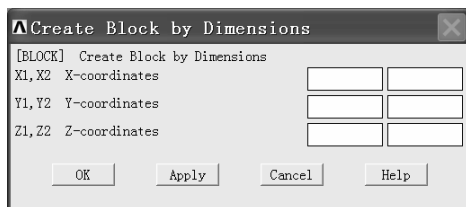

图 2-35 “Create Block by Dimensions” 窗口
(1) 依次选择 Main Menu>Preprocessor>Modeling>Volumes>Block>By Dimensions, 弹出 “Create Block by Dimensions” 窗口 (见图 2-35)。
(2) 在 “Create Block by Dimensions” 窗口中 “X1, X2 X-coordinates” 后面两个方框中依次输入 “0”、“1”; 在 “Y1, Y2 Y-coordinates” 后面两个方框中依次输入 “0”、“0.5”; 在 “Z1, Z2 Z-coordinates” 后面两个方框中依次输入 “0”、“0.5”, 单击 “OK” 按钮生成长方体。